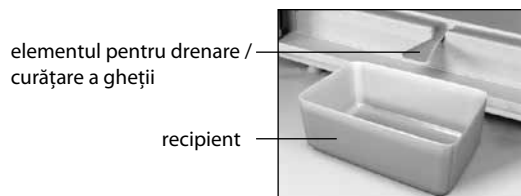

Figura 6 — Colectarea apei rezultate în urma topirii din CC
- să îndepărtați apa rezultată în urma topirii, instalând în conformitate cu figura 6 elementul de masă plastică pentru drenare / pentru curățare a gheții și orice vas recipient cu volumul nu mai puțin de 2 l;